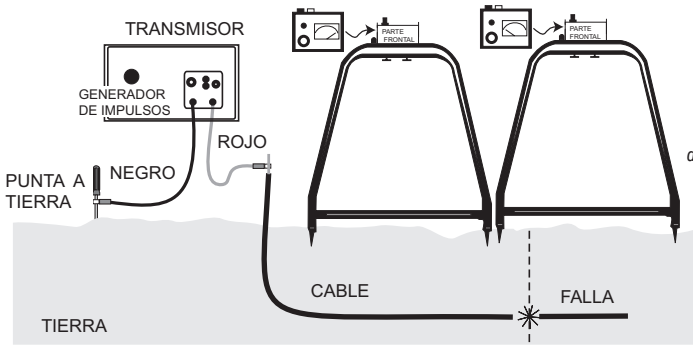
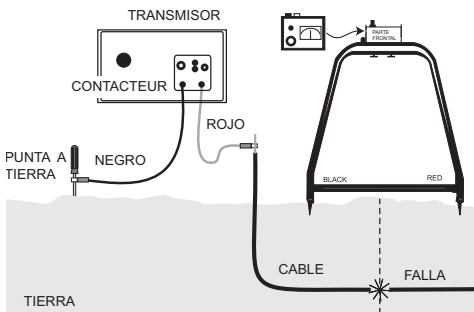

Figura 3. Trayectoria del Cable de Sondeo - Inversa
Figura 4. Receptor de Anulación - Primera Vez
5. Encienda el receptor. Verifique la condición de la pila oprimiendo el botón de verificación de pila y observando el medidor. Inserte las sondas del Bastidor "A" a la tierra. (Véase la Figura 3). Si todas las sondas hacen buena conexión a tierra, el receptor emitirá estímulos hacia la falla (en dirección contraria al transmisor) al paso con el tono audible del transmisor. Ajuste siempre la sensibilidad del transmisor para una lectura menor de una escala completa y correlacione el tono audible del transmisor con la indicación del medidor del receptor.
7. Durante el sondeo de una trayectoria, se advertirá una inversión en el medidor del receptor, un estímulo "negro", cuando se pase una falla. Para determinar la ubicación exacta, mueva el Bastidor "A" en dirección hacia el estímulo negro hasta que el mismo cambie a rojo. (Véase la Figura 3). Ahora mueva el Bastidor "A" nuevamente en incrementos pequeños al estímulo rojo hasta que vuelva a cambiar a un estímulo negro o se anule. (Véase la Figura 4).